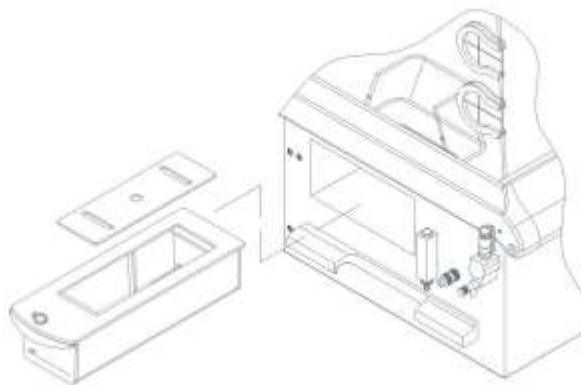

Figura 208 –Tampa do reservatório de água
2. Puxe a gaveta do reservatório e remova a tampa, conforme a figura 208.